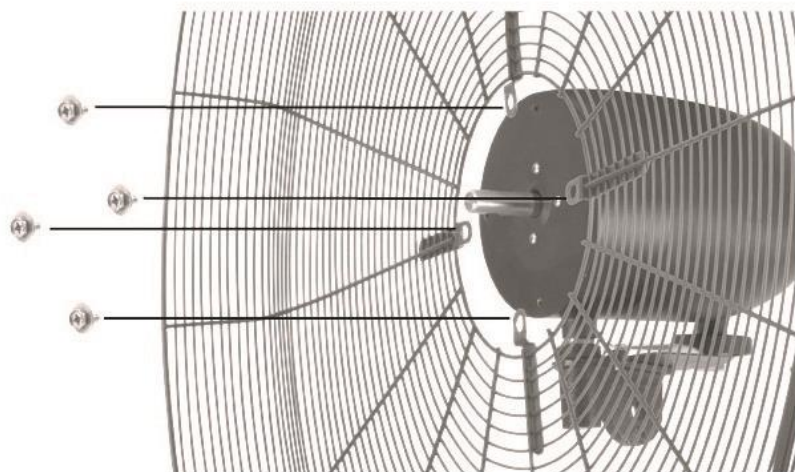
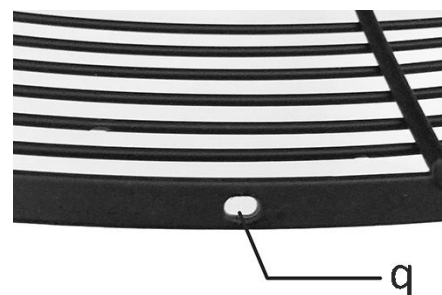

Fig. 11
Fig. 12
3. Posizionare la griglia posteriore sull'unità motore allineando i fori per viti sulla griglia con quelli sul lato anteriore dell'unità motore. Riavvitare le quattro viti (Fig. 11). Assicurarsi che il foro per vite (q) sulla griglia posteriore sia posizionato in basso (Fig. 12).